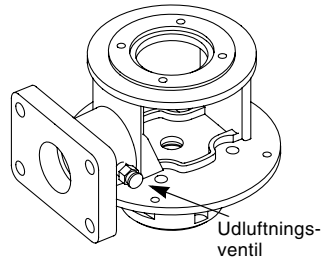

Fig. 10
2. Hvis pumpen er forsynet med en udluftningsventil, skal denne åbnes, se fig. 10.